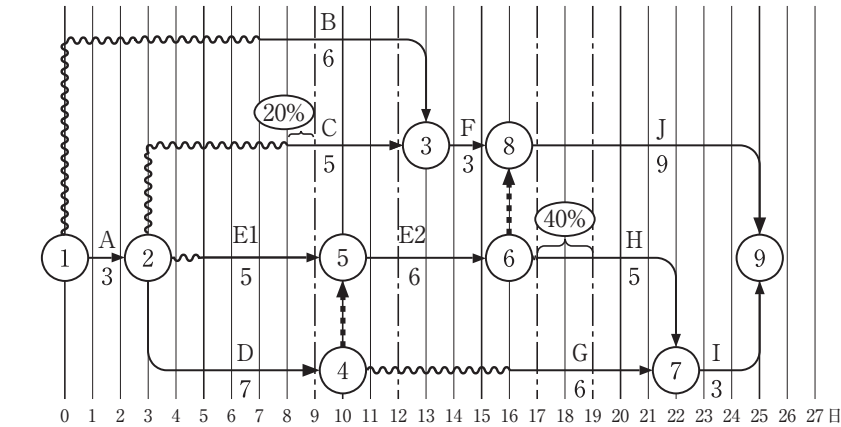

図4 最遅計画でのタイムスケール表示形式の工程表（作業用）
最遅計画でのタイムスケールは、図4のようになる。
(4) ① 作業A～E1、E2～Jのうち、工事開始から数えて12日目となる日が作業日となる作業は、図4よりB、C、E2である。
② 作業A～E1、E2～Jのうち、工事開始から数えて17日目となる日が作業日となる作業は、図4よりG、Jである。
(5) ① 工事開始から9日目終了した時点における作業Cの出来高は、図4より、20%である。
② 工事開始から19日目終了した時点における作業Hの出来高は、図4より、40%である。